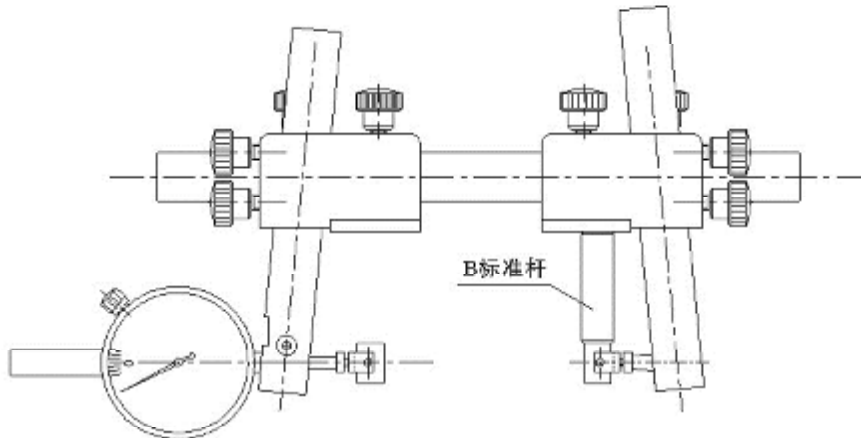

图 3
3.松开导轨块1侧面的锁紧螺钉10，将B标准杆置于底板3和测量头7之间，通过调节测量头7的高度和滑动下臂9，使B标准杆端面分别和底板3、测量头7的侧面紧密贴合，锁紧螺母8和锁紧螺钉10，取下B标准杆。如图3所示。